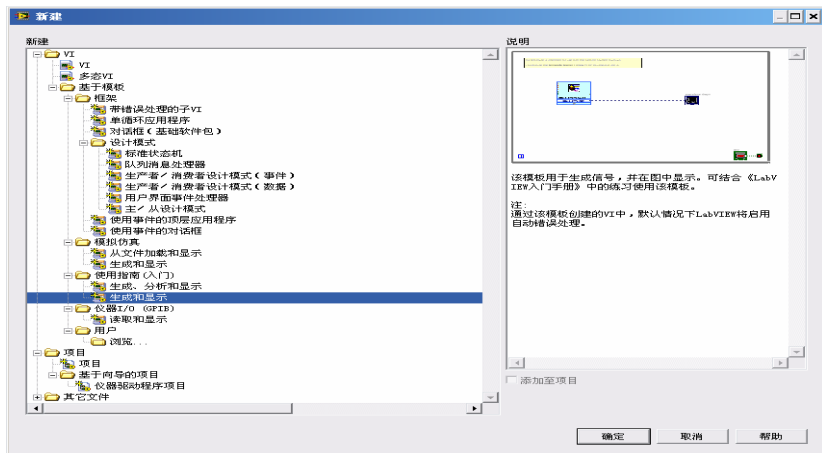

图 6-12 “新建”对话框
- 基于模板打开 VI。在启动窗口中单击基于模板的 VI，则显示新建对话框，如图 6-12 所示。对于简单、常用的 VI，往往用 LabVIEW 提供一些 Express VI 模板。